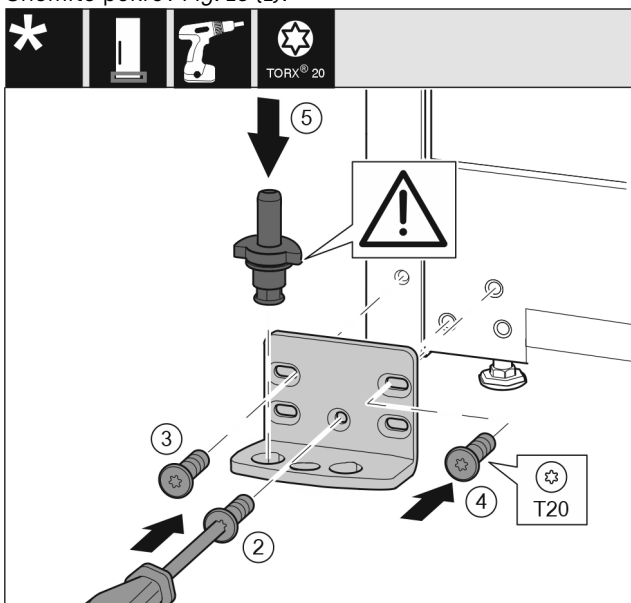

Fig. 17
- ▶ Ležajni podstavek namestite na drugo stran in ga po s pomočjo izvijača. Pričnite z vijakom Fig. 17 (2) spodaj na sredini.
- ▶ Privijte vijak Fig. 17 (3) in vijak Fig. 17 (4).
- ▶ Vstavite ležajni sornik Fig. 17 (5) do konca. Pri tem pazite na to, da je zaskočni zapah obrnjen nazaj.